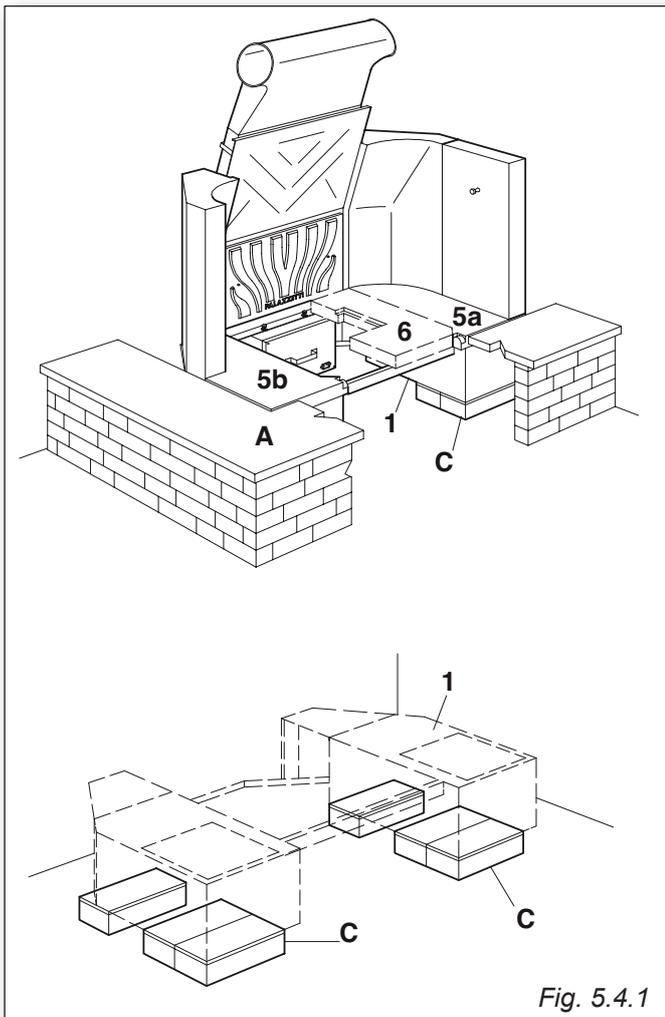

Fig. 5.4.1
5.4.2 Posizionamento del piano fuoco (fig. 5.4.1)